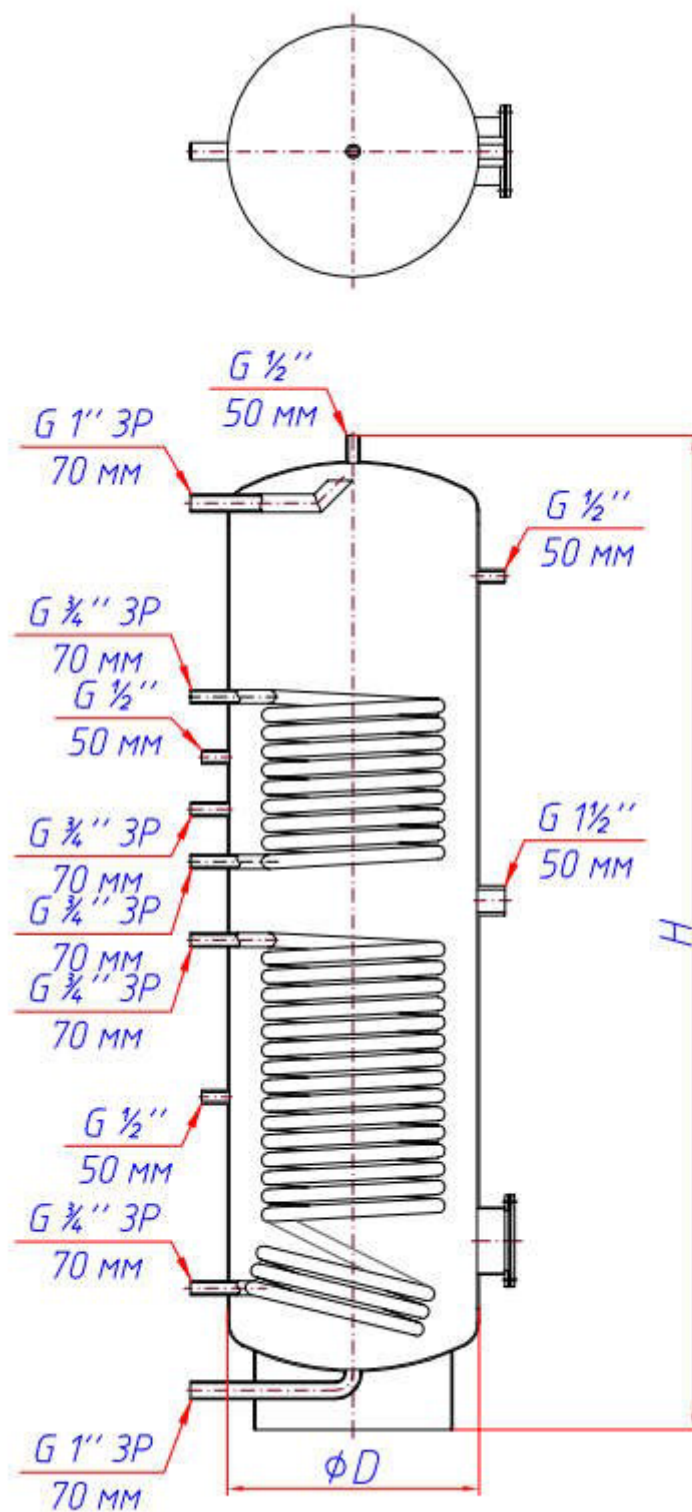

Figura 1 – Vedere generală a încălzitorului de apă.
2. Vederea generală a încălzitorului de apă este prezentată în figura 1.